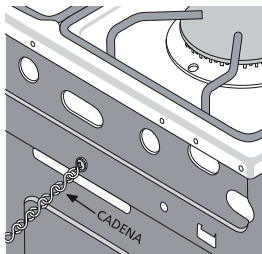
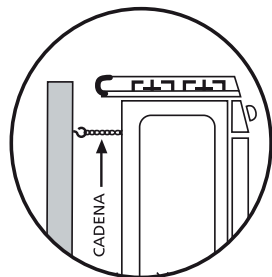

fig. 8
fig. 9
3. Enganche la cadena (**fig. 8**) al cáncamo como se muestra en la **fig. 9**.